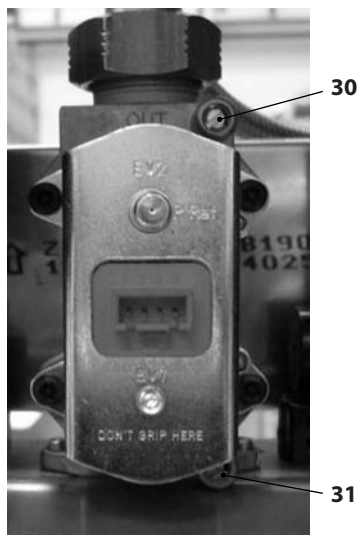

Figura 7.1
A caldaia spenta (fuori servizio), controllare la pressione di alimentazione utilizzando la presa 31 in Figura 7.1 e confrontare il valore letto con quelli riportati nella tabella Pressioni di alimentazione gas nella sezione "Dati tecnici M295.24CM/..." a pag. 22 e "Dati tecnici M295.28CM/..." a pag. 25.
• Richiudere bene la presa di pressione 31 in Figura 7.1.
• Aprire la presa di pressione 30 in Figura 7.1 e collegare un manometro.